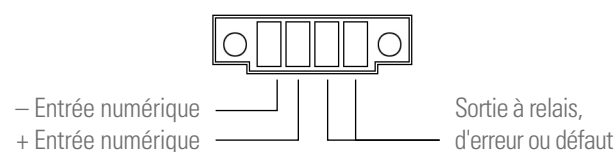

Fig. 20. Connecteur Entrée numérique-Sortie à relais.
- L'équipement dispose d'un connecteur à quatre terminaux pour une entrée numérique et une sortie à relais [voir Fig. 20].